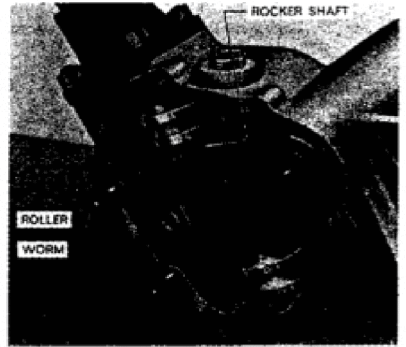

Fig. 22—View of steering gear assembly with side cover removed. Roller moves in slot in side cover.
Zorg ervoor dat rocker as en bal moer zijn in de middenpositie en roller is op zijn plaats als weergegeven in fig. 22, installeer dan cover (25—Fig. 21) zonder shims (23) of pakkingen (24). Draai de behoudting aan moeren en dop schroeven even vinger strak, dan meten kloof tussen de zijkant afdek- en stuurbehuizing op verschillende punten met voeler gage. Gemiddelde kloof meting is bij benadering dikte shims en pakkingen nodig. Shims zijn 0,005 dik. Gebruik één pakking op elk kant van shim pack en, op de laatste assembly, breng een lichte laag sealer aan op gas-kets.